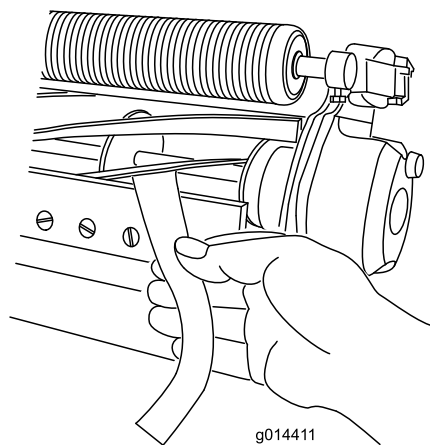

Figura 10
11. Pruebe el rendimiento de corte insertando una tira larga de papel de prueba del rendimiento de corte entre el molinete y la contracuchilla, perpendicular al molinete y a la contracuchilla (Figura 10). Gire el molinete lentamente hacia adelante para cortar el papel.